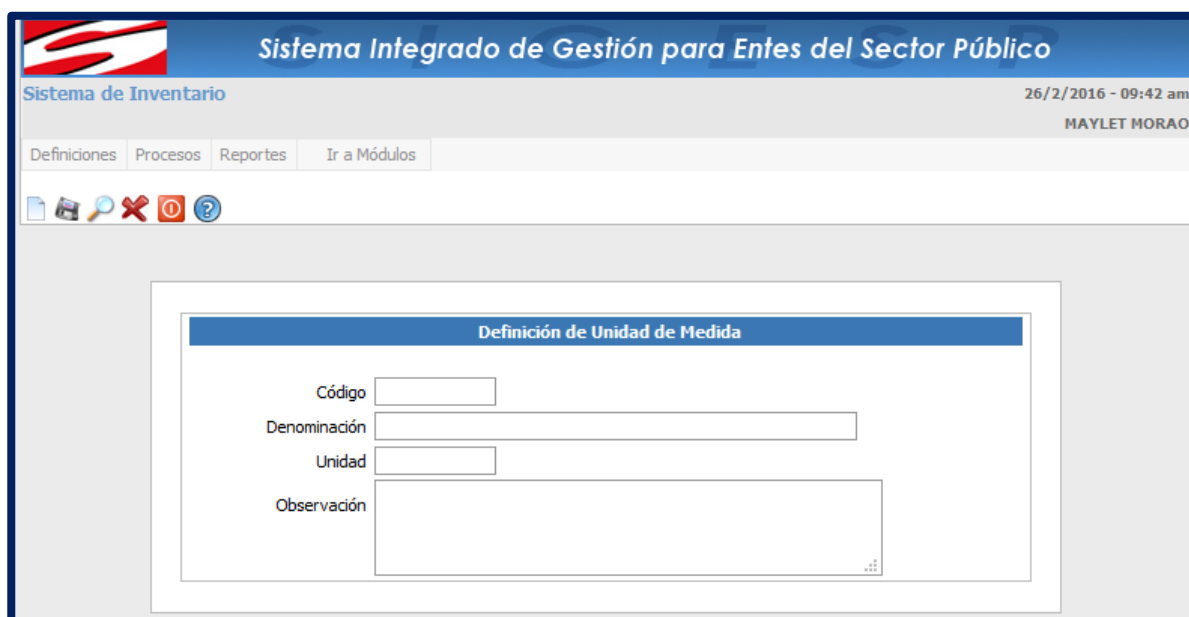

Imagen 31: Pantalla Principal de Unidad de Medida.
3.- Inmediatamente se le mostrara la pantalla de Unidad de Medida (imagen 31).